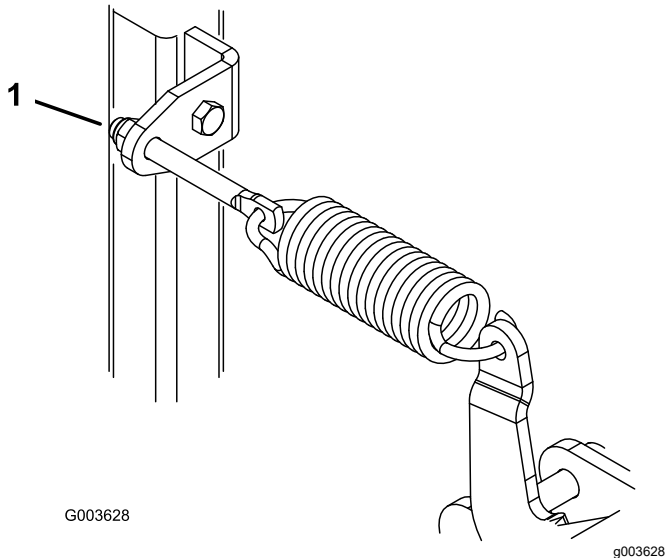

Figura 15
2. Gire las tuercas de ajuste de los muelles (Figura 15) en sentido horario para elevar la pala, o en sentido antihorario para bajar la pala.